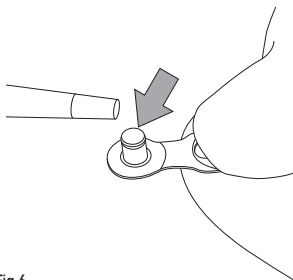

Fig.6
- Lubrique los pasadores del C-Link™ con un lubricante específico para cadenas (Fig. 6).